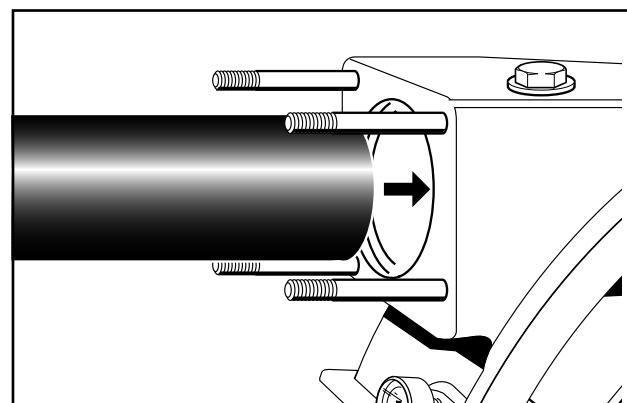

Fig. 18 Montaje de la manguera de bombeo
3. Engrasar ligeramente un extremo de la manguera de bombeo con líquido deslizante e insertarlo en la abertura del lado de aspiración de la bomba (fig. 18), hasta que la manguera llegue al tope. En el canal de vacío dejar gotear el líquido de deslizamiento.